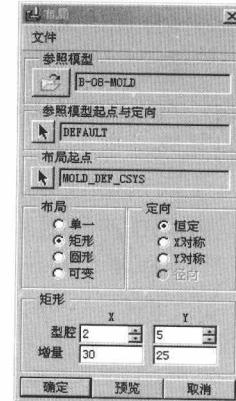

图 1.17
现在激活了【布局】对话框，如图 1.17 所示。
- ① 在“布局”选项组中选择【矩形】单选按钮。
- ② 在“定向”选项组中选择【恒定】单选按钮。
- ③ 在“X”和“Y”列输入如图 1.17 所示的数据。在“X”列中的“型腔”栏输入“2”，在“增量”栏输入“30”。在“Y”列中的“型腔”栏输入“5”，在“增量”栏输入“25”。